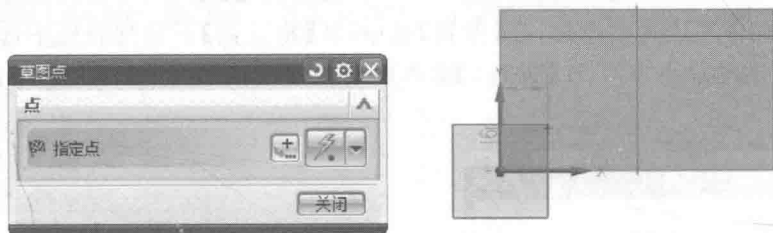

图1-8 确定点
③ 进入草图环境,出现【草图点】对话框,在长方体上表面输入点,如图1-8所示,单击【关闭】按钮。